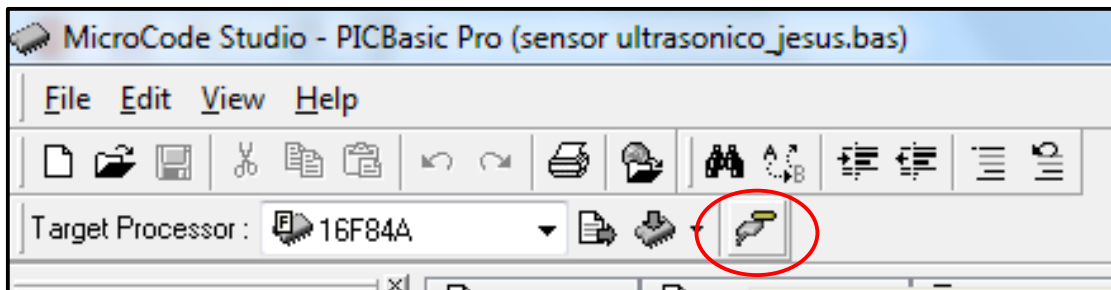

Figura 40. Botón para activar la comunicación serial.
3. Una vez que conecte el cable serial a la PC proceda a ejecutar el administrador de dispositivos de Windows. Diríjase a la opción **“Puertos (COM & LPT)”**, despliegue el menú y podrá observar los puertos de comunicaciones con los que cuenta su PC. En la *figura 40* se muestra que el Sistema Operativo sólo tiene identificado un puerto, que denomina **“Puerto de comunicaciones COM1”**. Recuerde si su PC físicamente tiene más de un puerto serial del tipo DB9, tiene que considerar en que puerto realizó la conexión. Se mencionó en el paso anterior que la PC normalmente trae nombrados sus puertos con letras **(A,B,C,etc)**. Por ejemplo si usted lo conecto en el puerto **B** el sistema seguramente le asignara el nombre **“Puerto de Comunicaciones COM2”**